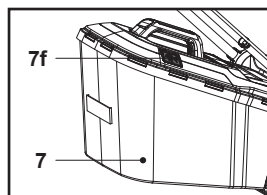

Fig. 14
2. Quando a escotilha (7f) está fechada, o recipiente de recolha de relva (7) está cheio e tem de ser esvaziado (Fig. 14).